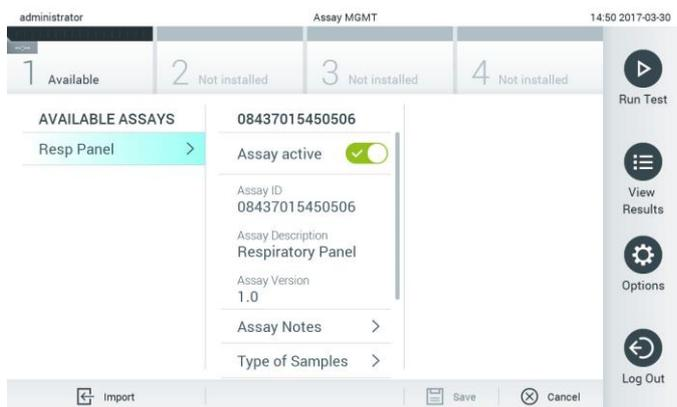

Abbildung 54: Verwaltung verfügbarer Assays
1. Drücken Sie auf die Schaltfläche Options (Optionen) und dann auf die Schaltfläche Assay Management (Assay-Verwaltung), um den Bildschirm Assay Management (Assay-Verwaltung) aufzurufen. Die verfügbaren Assays sind in der ersten Spalte im Inhaltsbereich aufgelistet (Abbildung 54).